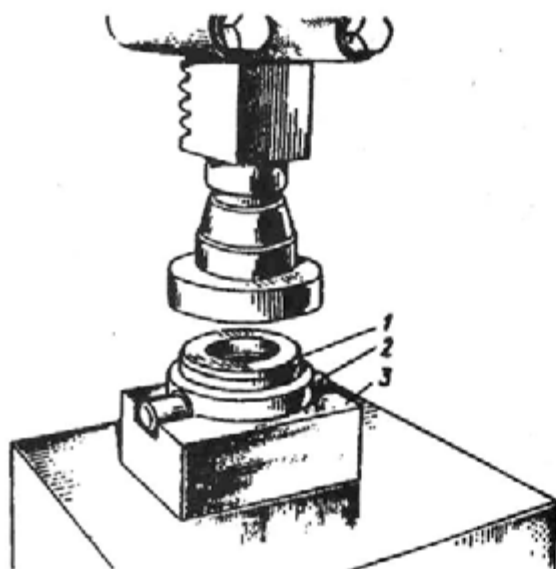

Рис. 88. Запрессовка подшипника в обойму на прессе:
- установите нагретую обойму 2 (рис. 88) в подставку 3 пресса и, вставив подшипник 1 в обойму, запрессуйте его до упора, рабочая поверхность подшипника при этом не должна быть повреждена (сколы, выкрошивания и т.п.). Остывание обоймы после сборки с подшипником должно происходить на воздухе. Надев на цапфы обоймы штампованные соединительные звенья 8 (см. рис. 73), установите подшипник с обоймой в сборе в слегка смазанные смазкой ЛСЦ-15 радиусные выемки вилки выключения сцепления и закрепите подшипник в вилке при помощи соединительных звеньев. Последние устанавливаются поворотом вокруг оси цапф обоймы подшипника до упора пружинной части звеньев в специальные площадки на обратной стороне радиусных выемок вилки.